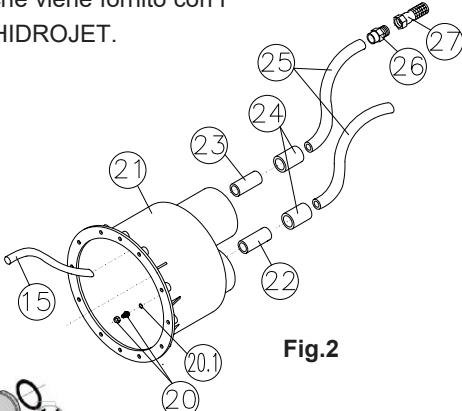

Fig.2
Wir schießen das Transparentrohr (Nr.2, Fig.2) an den Mikroschalter an, der sich im oberen rechten Teil der Tafel befindet, wobei es sehr wichtig ist, sich zu versichern, daß das Transparentrohr nicht verbogen wird.
3.1 Per fissare la nicchia (n.21, Fig.2) in una parete di cemento, basta seguire le istruzioni fornite nel capitolo 2 (luogo di installazione).
4.1 La nicchia viene fornita con i tubi n.22 e n.23, (Fig.2) già installati, e uno dei manicotti (n.24, Fig.2) viene fornito incollato al tubo n.22.
Questa linea è costituita da un manicotto (n.24), un tubo flessibile (n.25), un terminale filettato maschio (n.26) e una valvola di fondo (n.27), tutti questi pezzi vengono forniti montati, pertanto bisognerà unicamente incollare l'estremità del manicotto (n.24) al tubo (n.23) già installato nella nicchia. È importante fissare il tubo della linea dell'aria alla parete delle locale tecnico facendo in modo che la valvola di fondo rimanga nella parte più alta per evitare, in questo modo, l'aspirazione della sporcizia (vedi Fig.8, pag.53). Infine, verrà installato il tubo flessibile (n.15, Fig.2) infilandolo a pressione nel cannetto che si trova all'interno della nicchia (vedi Fig.5a-5b, pag.50).
Questa linea è costituita da un tubo (n.22), un manicotto (n.24) e un tubo flessibile (n.25); dal momento che il tubo (n.22) e il manicotto (n.24) sono già installati nella nicchia, bisognerà incollare unicamente il tubo (n.25). Prima di incollare l'estremità del tubo (n.25) al manicotto (n.24), si introdurrà il tubo trasparente (n.2, Fig.3) all'interno della linea pneumatica, si passerà l'estremità di tale tubo trasparente (n.2, Fig. 3) attraverso il foro della nicchia, e lo si fisserà mediante la morsa passacavo (n.20 e 20.1, Fig. 2). Una volta effettuata questa operazione si procederà a incollare il tubo (n.25) al manicotto(n.24).